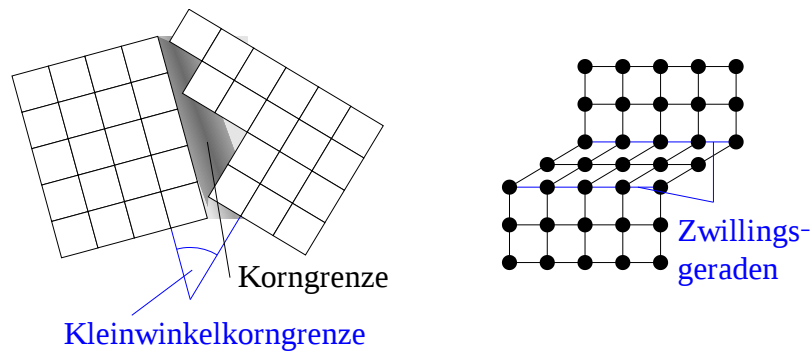

Abbildung 2.11: Korngrenze und Zwillingsgrenzen
- a) Korngrenzen: 2 Kristalle mit unterschiedlicher Orientierung der Gittergeraden werden durch eine Korngrenze getrennt (Abb. 2.11).
- b) Zwillingsgrenze: Bereich klappen in andere Orientierung um (Abb. 2.11).